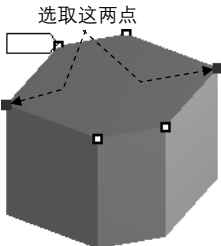

图 5.3.38 指定 side vertex
(3) 指定 side vertex。单击以激活 **Specified Sides** 后的文本框，选取图 5.3.38 所示的点，单击 **Apply** 按钮确认。